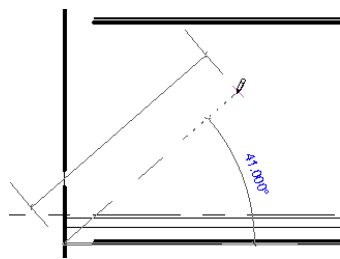

图 7-4 放置起点
(5) 在绘图区域中，高亮显示要从中开始支撑的捕捉点，单击鼠标左键以放置起点，如图 7-4 所示。